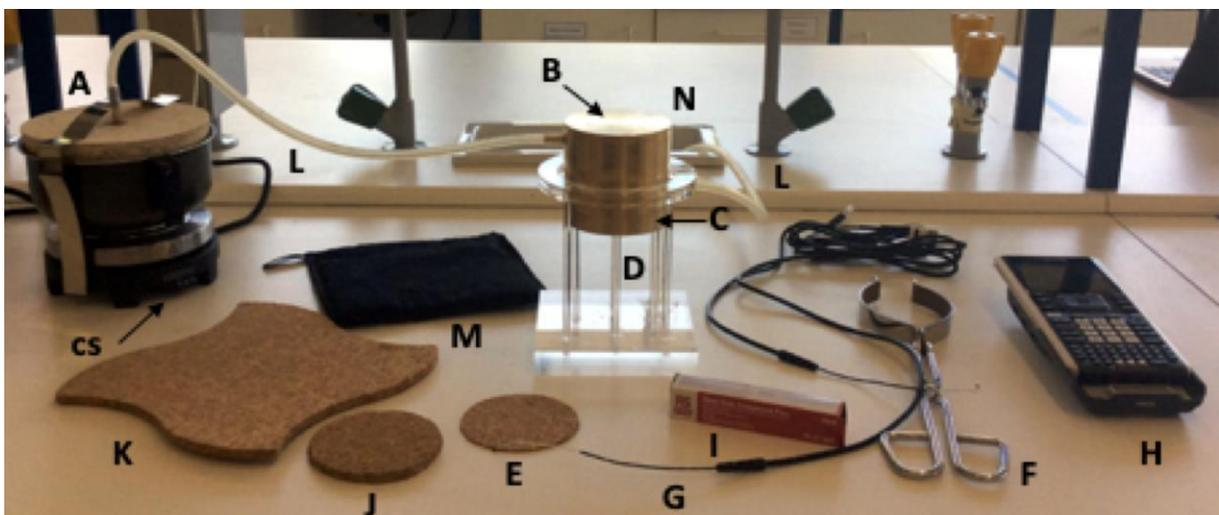

Figure 1 - 4.2 – Matériels et équipements expérimentaux.
L'énergie thermique (chaleur) est l'énergie transférée en raison de la différence de température (le transfert d'énergie s'effectue toujours de la zone la plus chaude à la zone la plus froide). Le transfert d'énergie peut se produire par différents mécanismes, que sont la conduction, la convection et le rayonnement. La conduction est un mécanisme de transfert d'énergie thermique (ou flux d'énergie thermique) qui a lieu à l'intérieur d'un corps ou entre des corps en contact et qui correspond à un transfert d'énergie cinétique lors des collisions se produisant à l'échelle microscopique. Lorsqu'une très petite **quantité d'énergie thermique dQ** est transférée dans un intervalle de temps très court dt , le flux d'énergie thermique, également appelé puissance thermique, se définit comme : **$H = dQ/dt$** . Le flux d'énergie thermique à travers un corps homogène (voir figure 1 - 4.1) est donné par la loi :
Figure 1 - 4.1 – Conduction thermique à travers une barre de longueur l et de section A perpendiculaire au flux d'énergie thermique, placée entre deux corps qui sont respectivement à des températures T_1 et T_2 . La différence de température entre les deux côtés de la barre provoque un flux d'énergie thermique allant du côté le plus chaud vers le côté le plus froid, comme représenté par la flèche ci-dessus. L'énergie thermique transférée à travers la barre, dans un intervalle de temps donné, dépend de la différence de température, de la longueur de la barre (l), de la section transversale (A) et de la conductivité thermique du matériau constituant la barre (k).
Matériel et équipement (Figure 1 - 4.2)
Figure 1 - 4.3 illustre la première de deux configurations expérimentales que vous utiliserez pour mesurer la conductivité thermique d'un échantillon en liège, en utilisant la méthode du disque de Lee. L'échantillon de liège (**CK**) est en forme de disque. Vous le placerez entre la chambre à vapeur cylindrique (**SC**) et un disque en laiton - le disque de Lee (**LD**) - qui sont montés sur un socle en acrylique.
Figure 1 - 4.3 – Montage expérimental pour la première partie de la méthode du disque de Lee pour déterminer la conductivité thermique d'un échantillon en liège. A gauche, on voit l'appareil lui-même, tandis qu'à droite, on peut voir, schématiquement, comment les données sont collectées. SC - Chambre à vapeur ; CK - Échantillon de liège ; LD - Disque de Lee ; BB - Base en laiton ; T_{SC} – Température de la base de la chambre à vapeur ; T_{LD} – Température de la base du disque de Lee ; I - Entrée vapeur ; O - Sortie vapeur ; d - Épaisseur de l'échantillon.
5. Mettez la chambre à vapeur en contact avec le disque de Lee. Allumez le générateur de vapeur et préchauffez le disque à la température T de 60 °C. Cette procédure est très rapide. **Ne pas dépasser $T = 65$ °C. Utilisez la lame métallique située au-dessus de la chambre à vapeur pour maintenir fermée la chambre**, enlevez-la du support en acrylique et placez-la sur la grande base isolante en liège (K sur la figure 1 - 4.2). Si la température dépasse 65 °C, attendre qu'elle revienne à cette valeur avant de passer à l'étape suivante.
6. Placez l'échantillon de liège sur le dessus du disque de Lee (C). Placez la chambre à vapeur (B), **avec précaution et à l'aide de la pince en métal (F)**, sur le dessus de l'échantillon de liège (E). L'échantillon de liège doit apparaître entre les deux composants en laiton du montage (voir Figure 1 - 4.3). Vérifiez que l'ensemble complet est maintenant posé sur le support en acrylique (D). Assurez-vous que les sondes de température restent correctement placées.
3. Tournez le curseur de commande sur "0" et débranchez l'appareil de l'alimentation électrique. En utilisant la manique en tissu comme protection, retirez la chambre à vapeur du haut du disque de Lee à l'aide de la pince et placez-la sur la grande base isolante en liège (K sur la figure 1 - 4.2). Placez le bloc isolant J (Figure 1- 4.2) sur le disque et enregistrez la température T_{LD} en fonction du temps.